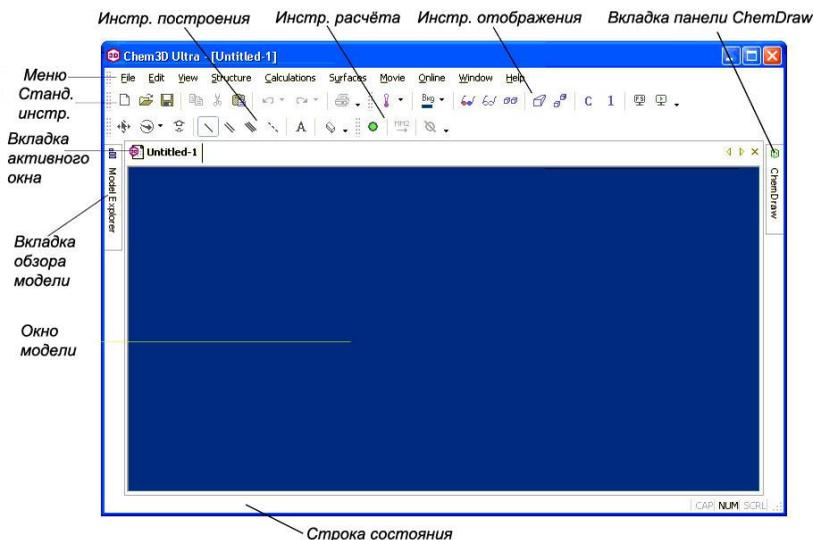

Рис. 1. Общий вид рабочего окна программы Chem3D
Графический интерфейс программы Chem3D прост и интеллектуально понятен даже для начинающих пользователей. Интерфейс пользователя (рис. 1) состоит из окна модели, меню, панелей инструментов и диалоговых окон. Он также может включать панели: отображения, комментариев, обзора модели, таблиц (декартовых координат, Z-матриц и результатов измерений), а также панель ChemDraw. В нижней части графического интерфейса находится строка состояния, которая отображает информацию об активном окне модели, а так же о скрытых атомах в вашей модели.
- Включить режим вращения путем нажатия кнопки вращения  на панели инструментов (рис. 1).